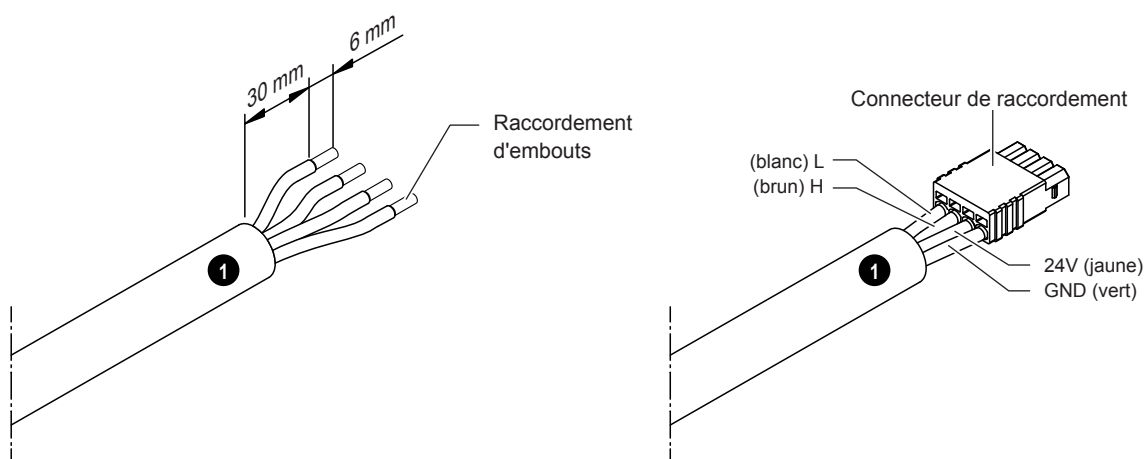
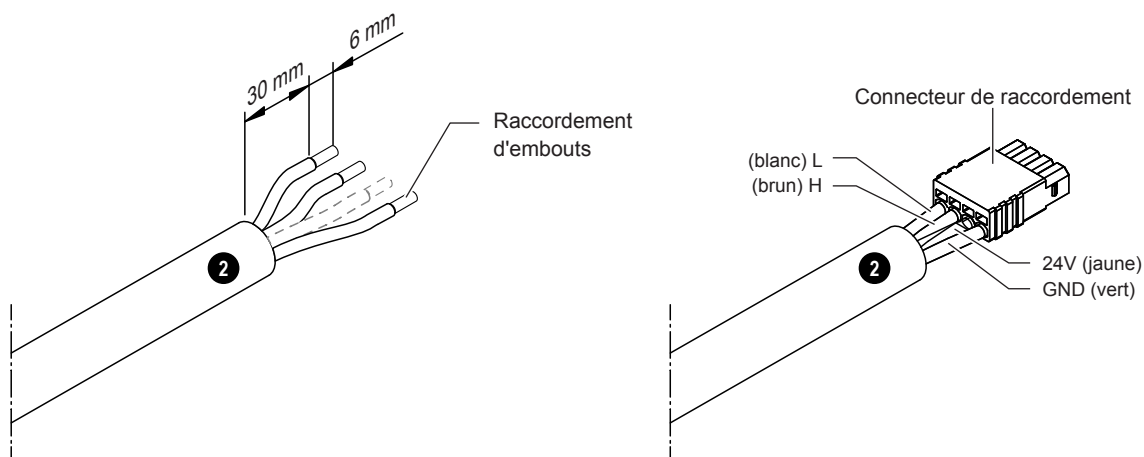

Fig. 12: Apprêtez le câble CAN BUS pour la connexion de l'écran SPA
Fig. 13: Apprêtez le câble CAN BUS pour la connexion du Condair Delta SPA Control Box au Condair Omega
3. Coupe du (des) câble(s) CAN BUS. Apprêtez la ou les extrémités du câble conformément à Fig. 12 (raccordement de l'écran SPA) ou à Fig. 13 (câble de connexion du Condair Delta SPA Control Box au Condair Omega) pour la connexion des prises et connectez le ou les prises au(x) câble(s) CAN BUS.